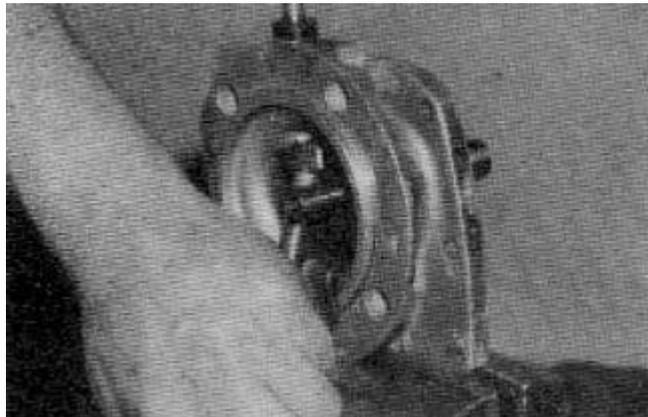

FIGURA 2.16 DESMONTAJE DEL EJE Y EL BUJE DEL IMPULSOR DEL TACÓMETRO
18. Retirar el eje impulsor del tacómetro, el buje y los sellos del alojamiento impulsor, empujándolos hacia arriba con un mandril de latón y un martillo para sacarlos del alojamiento (figura 2.16).